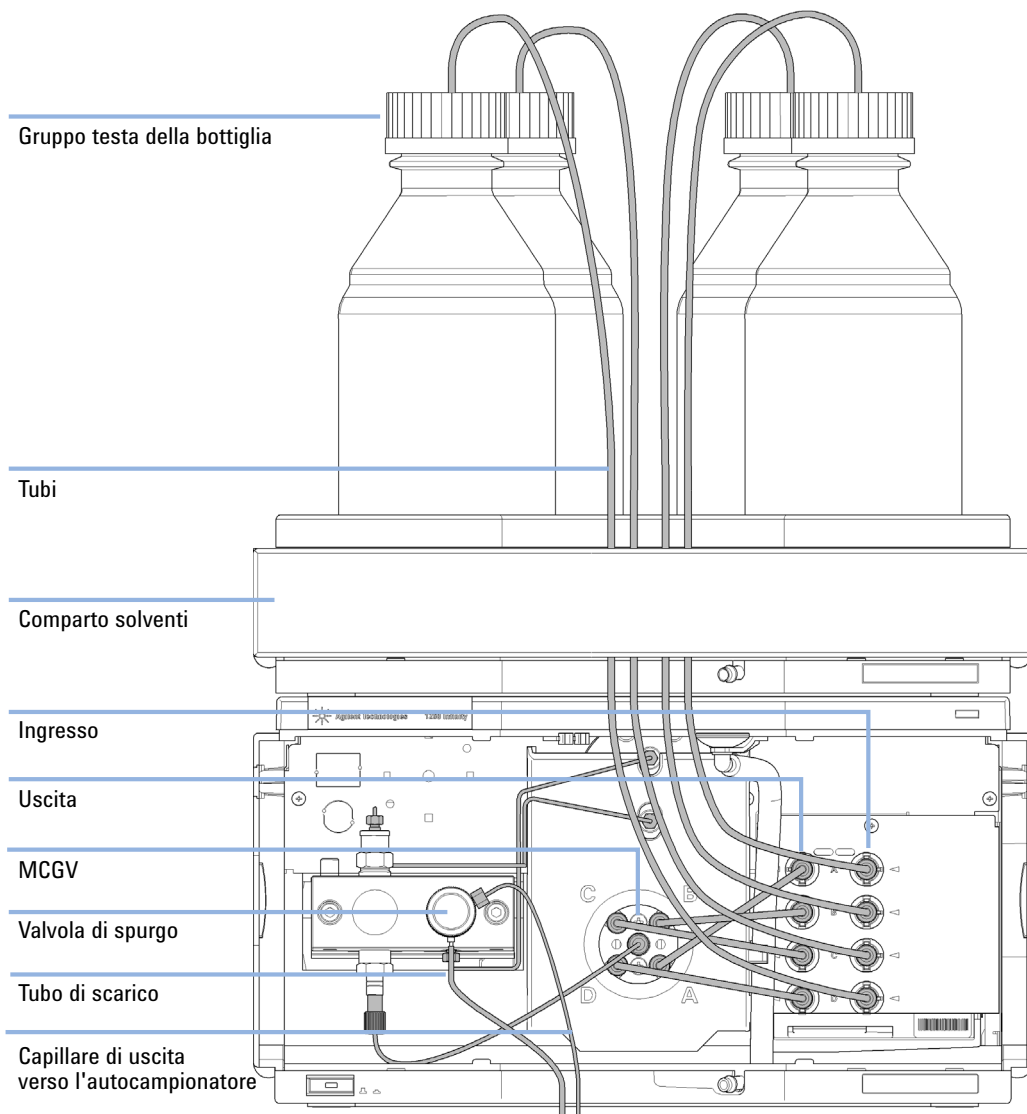

Figura 10 Collegamenti di flusso della pompa quaternaria
- 4 Collegare i tubi di ingresso dai gruppi delle teste delle bottiglie ai connettori di ingresso da A a D sul lato destro del degassatore sottovuoto; vedere la Figura 10, pagina 47. Fissare i tubi agli appositi fermagli della pompa.